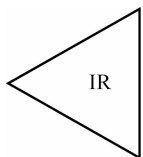

图 3-50 被动红外入侵探测器
(2) 执行“旋转”命令,以任意三角形顶点为基点,将正三角形旋转 $-30^{\circ}$ 。
(3) 执行“文字”命令,输入图 3-50 所示文字,完成被动红外入侵探测器符号的绘制。